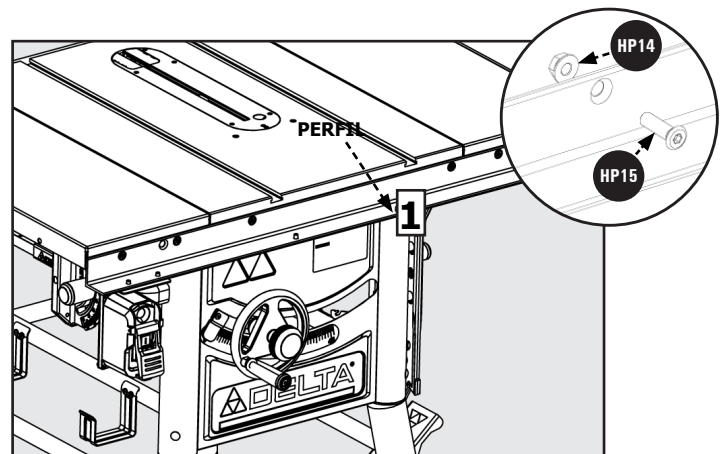

Figura 5
1. Utilizando la llave Allen de mango en T de 3/16 pulgadas suministrada, fije el perfil frontal **PC18** [1] a la parte frontal de la mesa usando dos tornillos de cabeza plana 5/16-18 x 1 1/8 pulgada **HP15** y dos tuercas con brida hexagonal 5/16-18 **HP14**. Ver Figura 5.